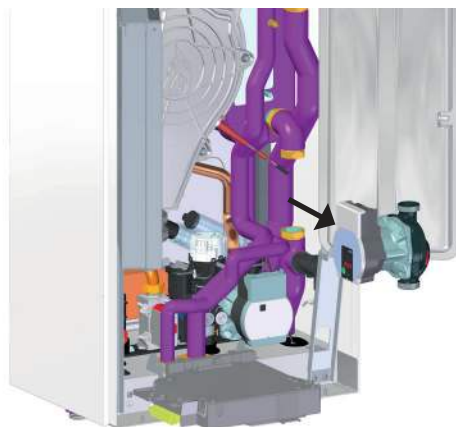

fig. 65 - Sostituzione/manutenzione circolatore della pompa di calore
- Svitare i bocchettoni e togliere il circolatore (fig. 65.)